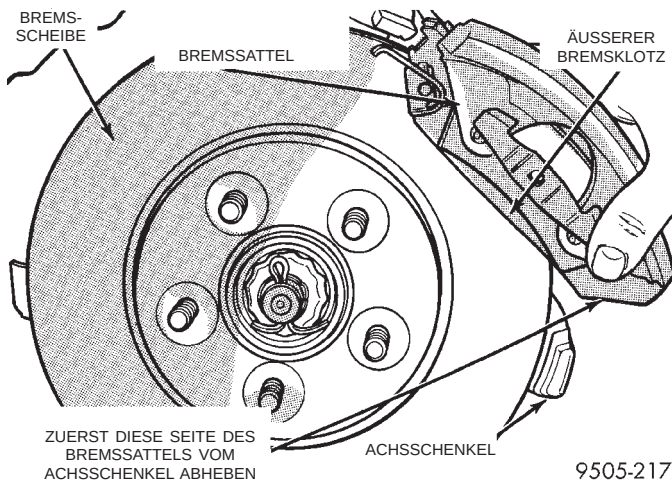

Abb. 42 Bremsattel ausbauen
(6) Bremssattel vom Achsschenkel abbauen. Dazu zunächst den Bremssattel unten anheben und dann den oberen Teil unter dem Achsschenkel herausziehen (Abb. 42).